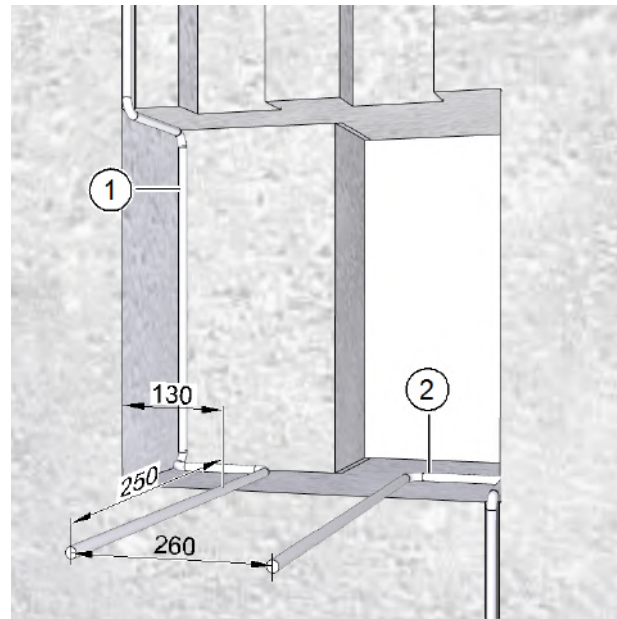

Abb. 17: Anschlusskabel verlegen,
- ▶ Verlegen Sie das Netzkabel (Pos. 1 in Abb. 17) und ggf. das Steuerkabel (Pos. 2 in Abb. 17) mit einem Kabelüberstand von ca. 250 mm über die Mauer.